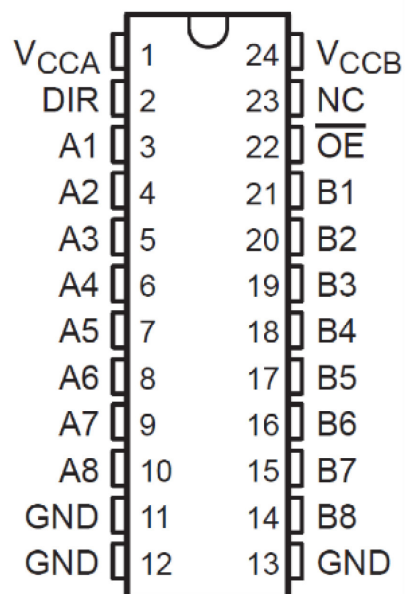

Рис. 9. Корпус DB, DW или PW (вид сверху)
Доступны следующие варианты исполнения пластикового корпуса: малогабаритный корпус (SOP) (DW), уменьшенный малогабаритный корпус (SSOP) (DB), тонкий уменьшенный малогабаритный корпус (TSSOP) (рис. 9).